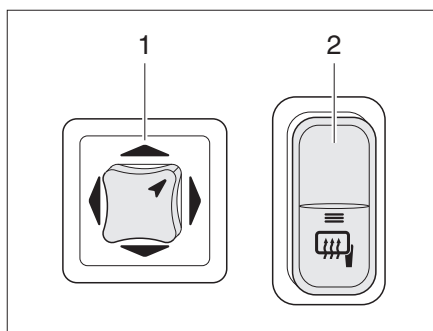

Fig. 28 Interruttore per gli specchietti esterni a regolazione elettrica e riscaldamento degli specchietti
- Selezionare lo specchietto da impostare. A tal fine premere l'interruttore girevole (Fig. 28,1) verso sinistra oppure verso destra.
- Premendo l'interruttore (Fig. 28,1) regolare lo specchietto nella posizione corrispondente.
- Premere l'interruttore (Fig. 28,2). La spia di controllo nell'interruttore si accende in arancione e indica il funzionamento.